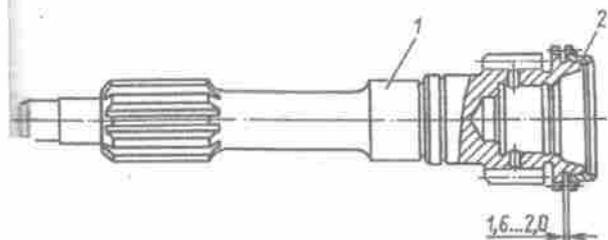

Bild 98. Kupplungswelle mit zugeschliffenem Sperring:
1. Sperring bis auf Maß 1,6...2,00 mm am Kegel der Welle einschleifen, wie in Bild 98 dargestellt.
Sperring der Synchronisierereinrichtung am Kegel des Zahnades für 3. Gang bis zum Maß einschleifen, welches in Bild 98 gegeben ist.